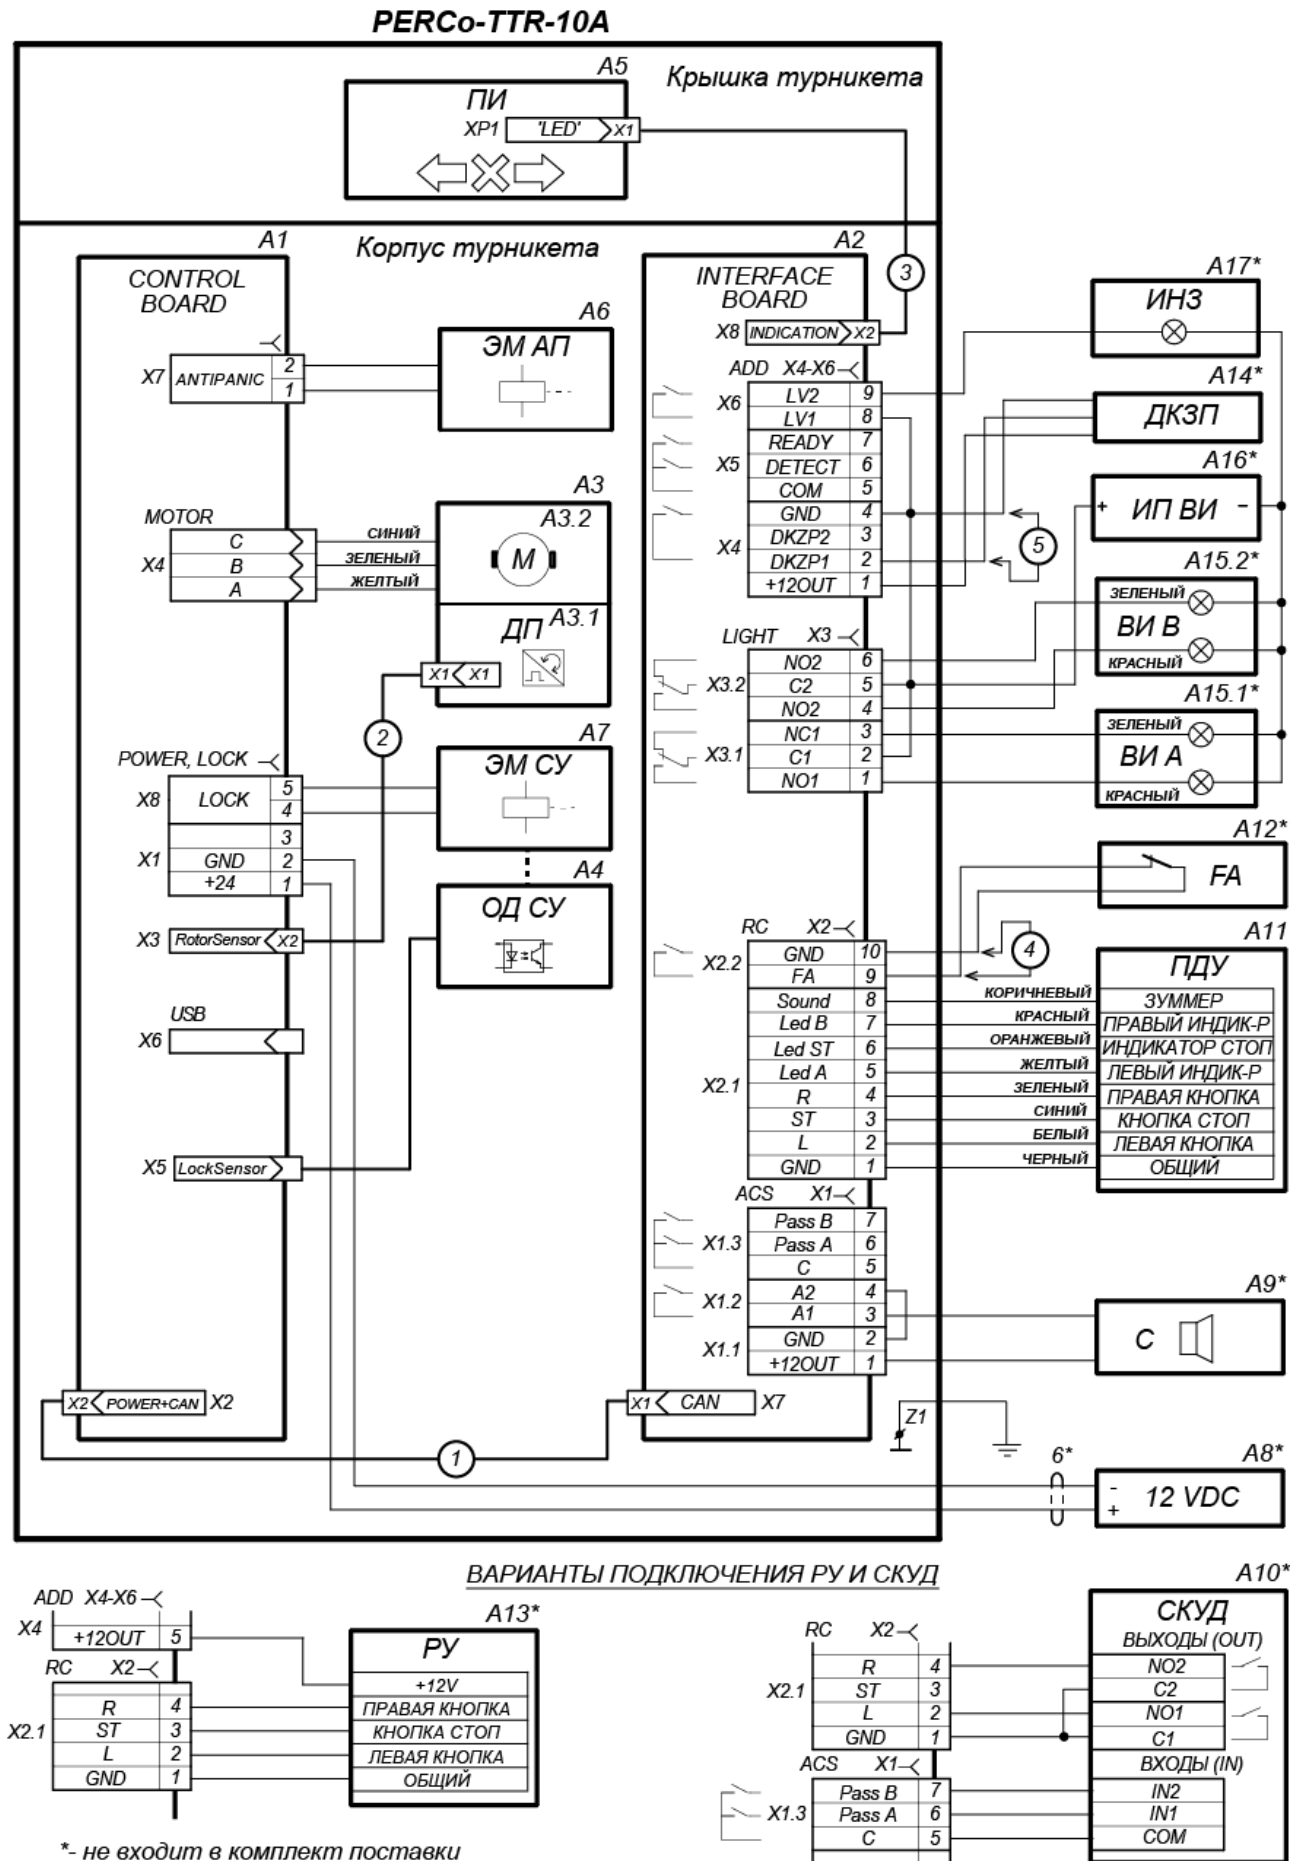

Рисунок 20. Схема электрическая соединений
Схема подключения турникета приведена на рис. 20. Расположение клеммных колодок на платах управления (9) и интерфейса (10) указано на рис. 9 и 10. Используемые при монтаже кабели и их максимальная длина указаны в разд. 8.3. Рекомендации по подготовке установочной поверхности и организации зоны прохода приведены в разд. 8.1. При монтаже турникета придерживайтесь следующей последовательности действий:
4. Снимите колпак (1) с корпуса турникета:
- Отверните ключом SW3 четыре винта крепления колпака (7). Винты расположены на нижней поверхности корпуса турникета, со стороны маховика.
- Отсоедините кабель индикации (8), соединяющий блок индикации турникета (2) с платой интерфейса (10).
8. Подключите кабель ПДУ (устройства РУ или контроллера СКУД) к клеммной колодке **X2** платы интерфейса (см. рис. 20).
9. Произведите при необходимости монтаж и подключение дополнительного оборудования: ДКЗП и сирены; устройства *Fire Alarm*; выносных индикаторов и др. (см. рис. 20).
10. Проверьте правильность и надежность всех электрических соединений в соответствии со схемой на рис. 20. Задвиньте плату интерфейса на место и закрутите винты фиксации. Аккуратно уложите и закрепите все подключенные кабели на горизонтальной полке с отверстиями стяжками из комплекта поставки.